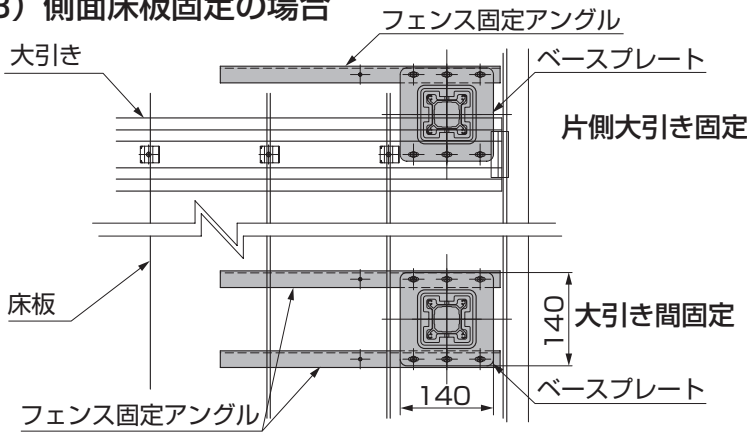
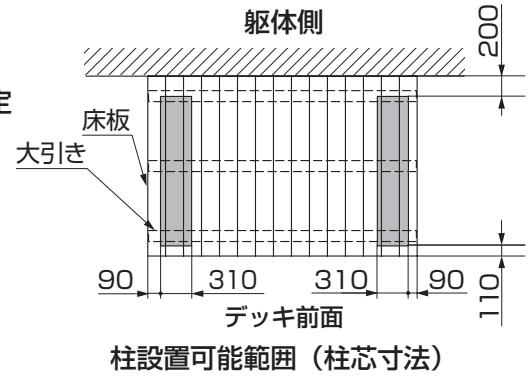
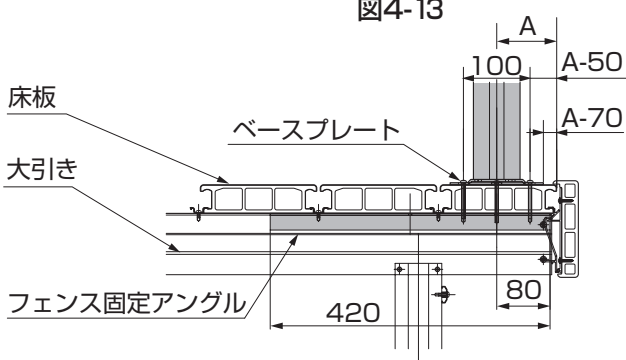
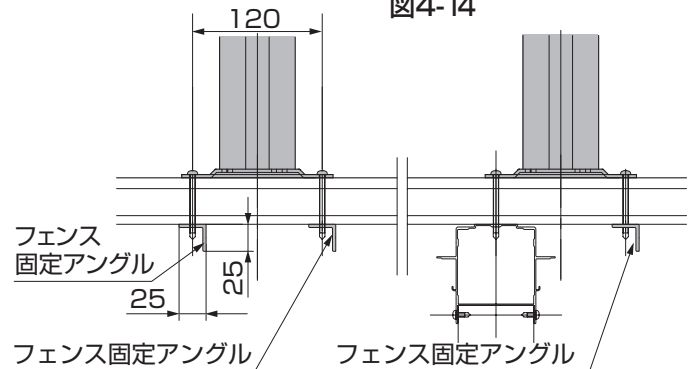

図4-13
図4-14
図4-15
図4-16
- 片側を大引きに固定して立てる場合、大引き間に立てる場合には、図4-13、図4-14、図4-15、図4-16を参照して取付けてください。
- 図4-15のA寸法値の最小値は90mmです。
- 図4-15のA寸法の最大値は、フェンス固定アングルに手が届く約400mmの範囲内で自由に設定することができます。
②ネジ位置をマーキングしてください。
③マーキングした床板にφ5.5の下孔をあけてください。(※1)